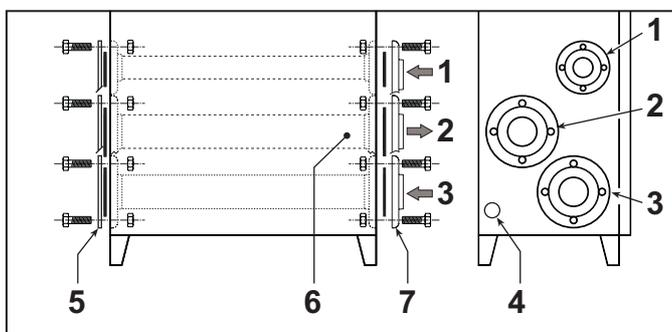
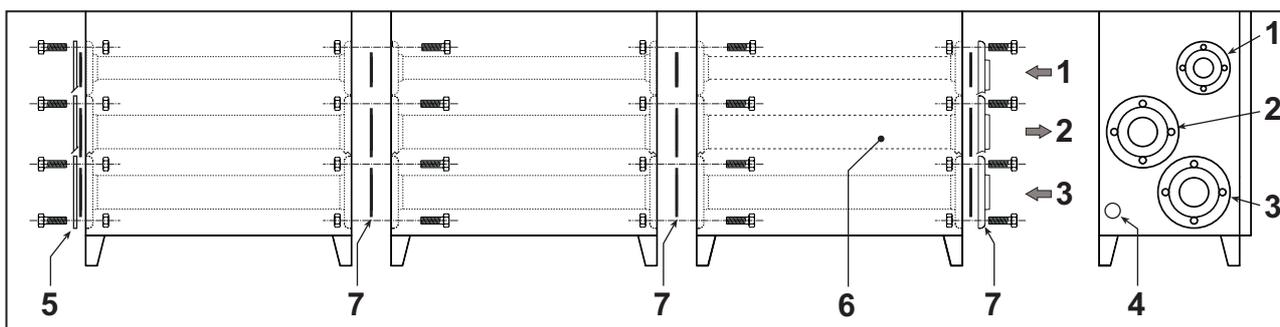

fig. 16
fig. 17
Pentru legarea unui modul individual - fig. 16
Pentru cuplarea mai multor module in cascada - fig. 17
- Pe ultimul modul montati la sfarsit flansele oarbe, intercaland garniturile corespunzatoare. (fig. 16 și fig. 17).